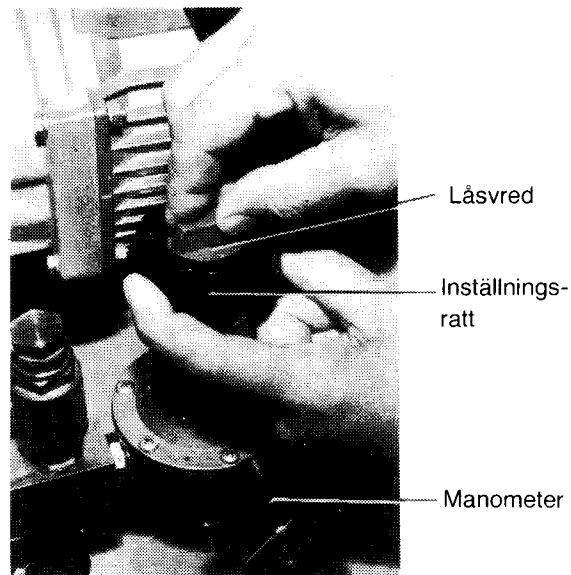

Bild 6. Reduceringsventil
(Inställning av reduceringsventil, se bild 6 och under punkt 5 "Provkörning")
6. Ställ in sluttrycket 1 MPa (10 bar) med reduceringsventil, nr. 12, avläs på manometer, nr. 13. (Obs! Lossa först det röda låsvredet i centrum av inställningsratten, se bild 6).